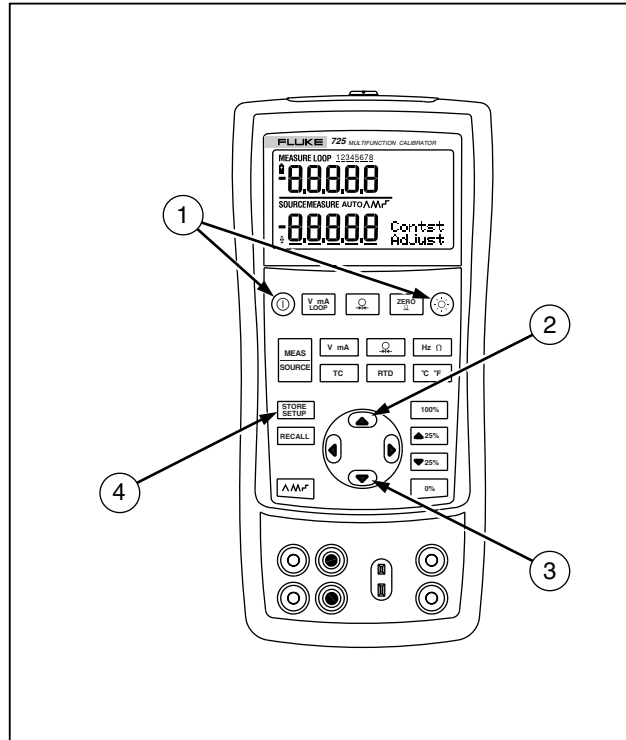

Figure 6. Réglage du contraste
1. Appuyez sur  et  jusqu'à l'apparition de Contrast Adjust conformément à la figure 6.